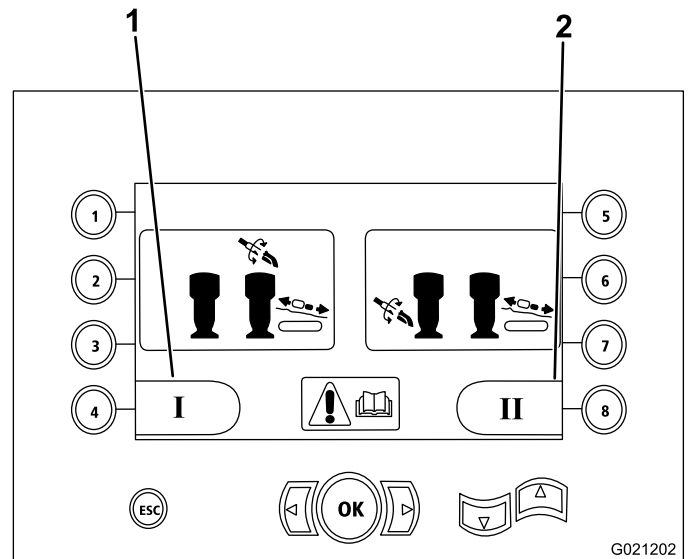

Figura 13
- Modo I – coloca las funciones de perforación en el joystick derecho, mientras que el joystick izquierdo dirige el cargador de tubos y las mordazas (Figura 13).
- Modo II – divide las funciones de perforación, mordaza y cargador de tubos entre los joysticks derecho e izquierdo (Figura 13).
Pulse el botón 4 para seleccionar esta función (Figura 13).
Pulse el botón 8 para seleccionar esta función (Figura 13).